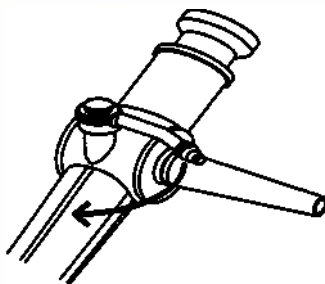

Рисунок 3. Извлечение клапана отсоса из назофаринголарингоскопа
3.4) Извлечение клапана отсоса из назофаринголарингоскопа (Рисунок 3)